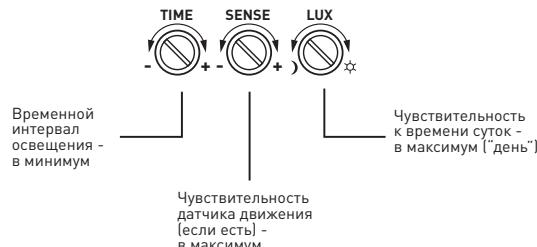

Рис.1. Начальные установки регулировок
- чувствительность датчика движения (радиус зоны чувствительности) – на максимум (↔+) (см. рис.1),